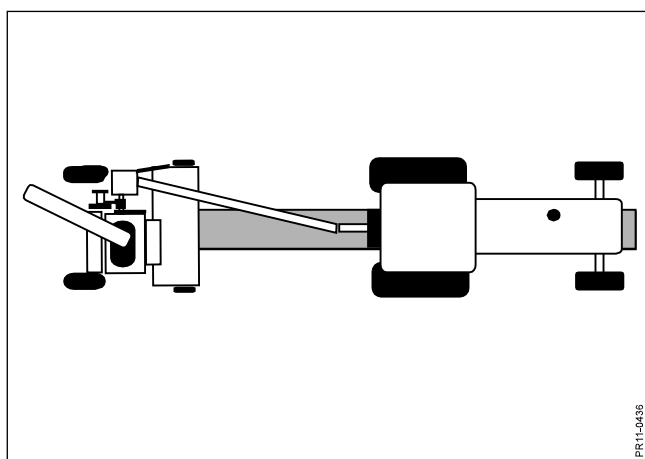

Fig. 5-9
- Fig. 5-9** 3) Snitteren arbejder her in-line, idet traktoren kører henover det lagte skår. Denne teknik er selvsagt bedst velegnet til opsamling af enkeltskår, da man skal undgå at traktoren kører i afgrøden. Teknikken er stadig egnet til aflæsning til begge sider, og bringer traktorerne tæt på hinanden.
FORSIGTIG: KO-akslen må maksimalt arbejde med en afvinkling på 20°. Ved skarp drejning til højre anbefales det derfor at trækstangen svinges ind til transportstilling eller det der svarer til at arbejde in-line (se Fig. 5-9).